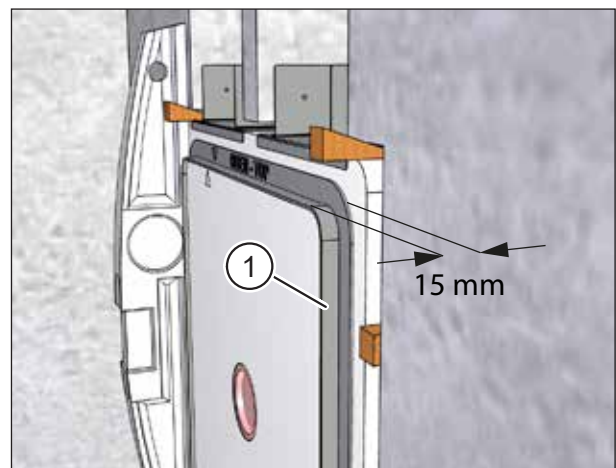

Abb. 20: Putzrahmentiefe 15 mm
Die Putzrahmentiefe beträgt 15 mm (siehe Abb. 20).
- ▶ Ist die Innenwand nicht lotrecht oder nicht eben, richten Sie die Frontfläche des Putzrahmens (Pos. 1 in Abb. 20) parallel zu einer senkrecht verlaufenden Putzschiene aus.